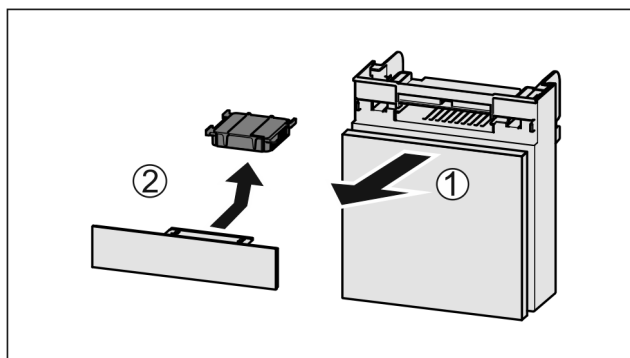

Fig. 101
- ▶ 向前拉出 Fig. 101 (1) 抽屉。
- ▶ 取出 Fig. 101 (2) 活性炭过滤器。